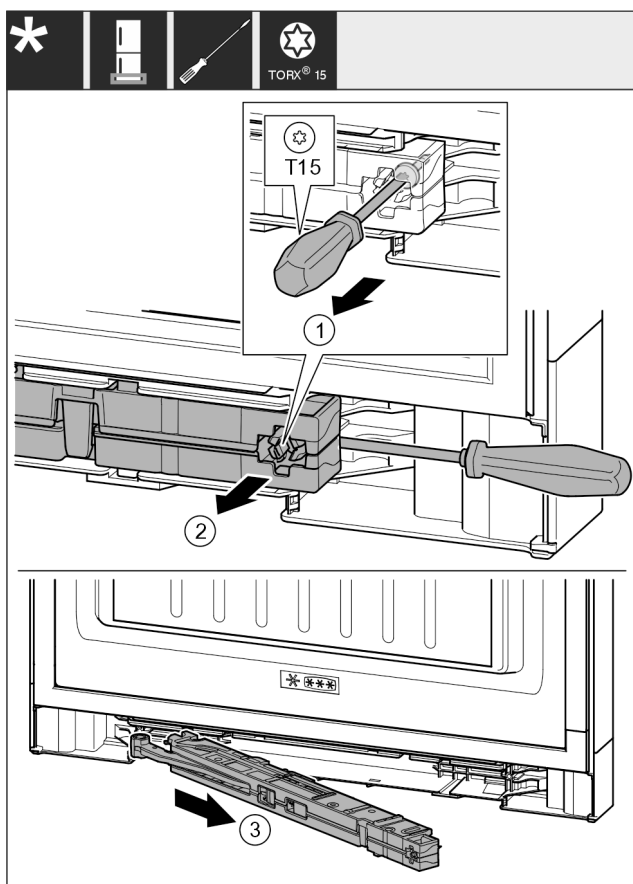

Fig. 17
- Soltar el tornillo de la unidad del amortiguador de cierre aprox. 14 mm con el destornillador T15. Fig. 17 (1)
- Con el destornillador, desplazar por el lado del tirador detrás de la unidad del amortiguador de cierre. Girar la unidad hacia delante. Fig. 17 (2)
- Extraer la unidad. Fig. 17 (3)